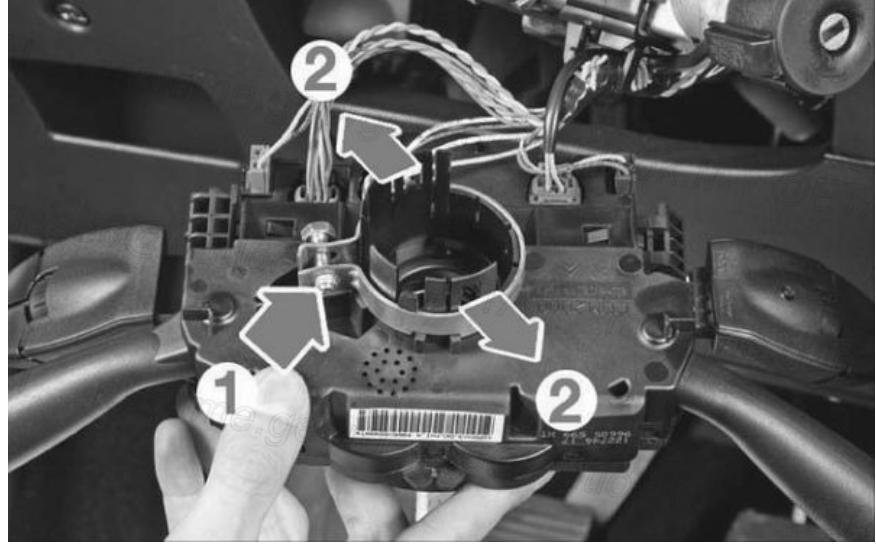

Fig. 30
- Desserrer le collier de serrage (flèche 1) du bloc commodo sur la colonne de direction et à l'aide d'un tournevis plat, écarter les deux languettes de maintien (flèches 2) pour dégager partiellement le bloc commodo (**Fig.30**)